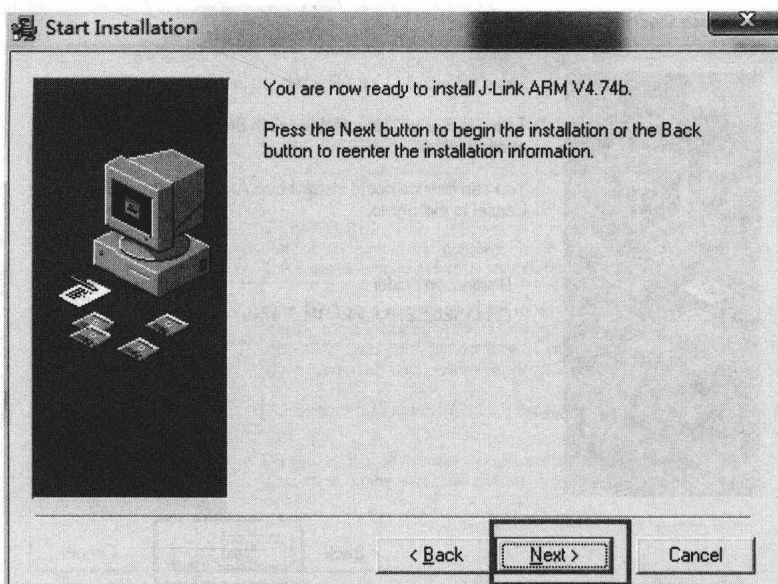

图 1.3-10
(5) 继续点击 “Next” 按钮，如图 1.3-10 所示。